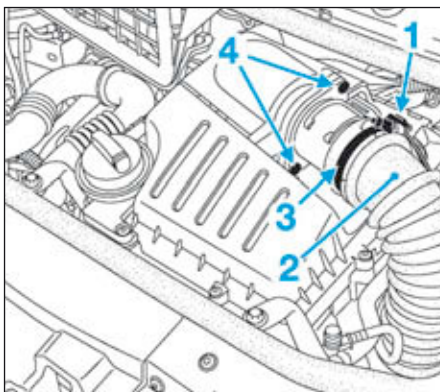

FIG.154
- Débrancher le connecteur électrique (1) du débitmètre d'air (Fig.154).
- Desserrer le collier (3) du tuyau de sortie d'air du boîtier du filtre à air (2).
- Débrancher le tuyau de sortie d'air du boîtier du filtre à air (2).
- Déposer les vis (4) du débitmètre d'air puis ce dernier.